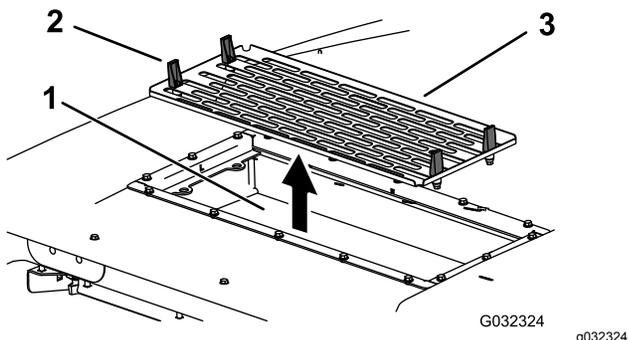
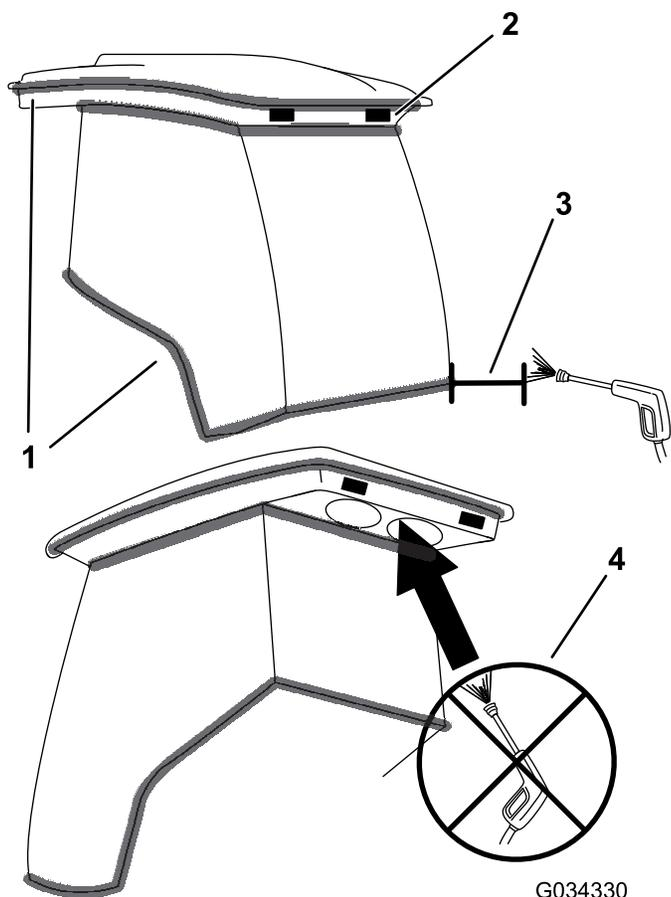

**Figura 115**
**Figura 116**
- 7. Installate i filtri dell'aria, la griglia e il gruppo ventola (Figura 114, Figura 115 e Figura 116).
- 8. Collegate il filo per ciascuna ventola (Figura 115).